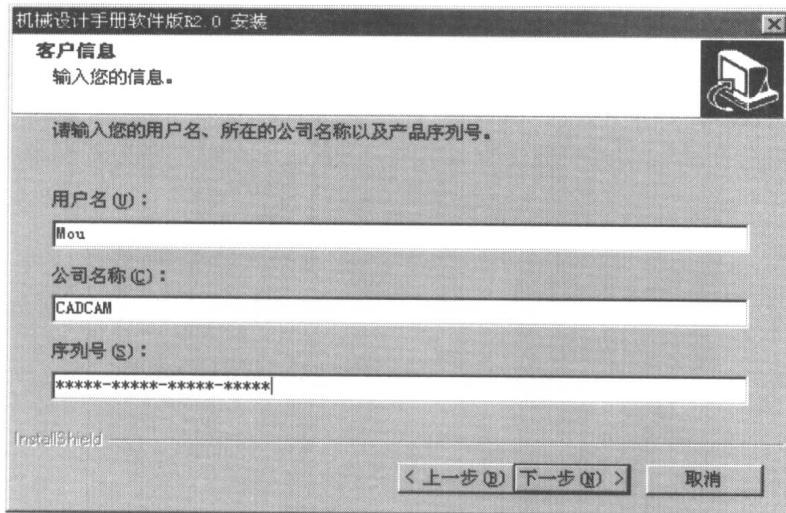

图 1.3 客户信息界面
4) 单击“下一步”按钮，进入客户信息界面，在您输入相关信息及序列号并仔细检查序列号无误后，单击“下一步”按钮，进入下一步操作（图 1.3）。